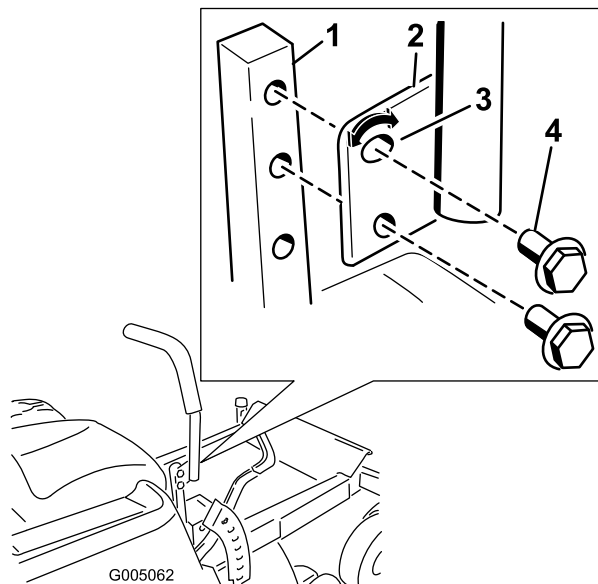

Figura 19
1. Retire los 2 pernos que fijan la palanca de control al brazo de la palanca (Figura 19).
2. Mueva la palanca al juego de taladros siguiente. Fije la palanca con los 2 pernos (Figura 19).
2. Afloje el perno inferior lo suficiente para poder desplazar hacia adelante o hacia atrás la palanca de control (Figura 19). Apriete ambos pernos para fijar el control en la posición nueva.